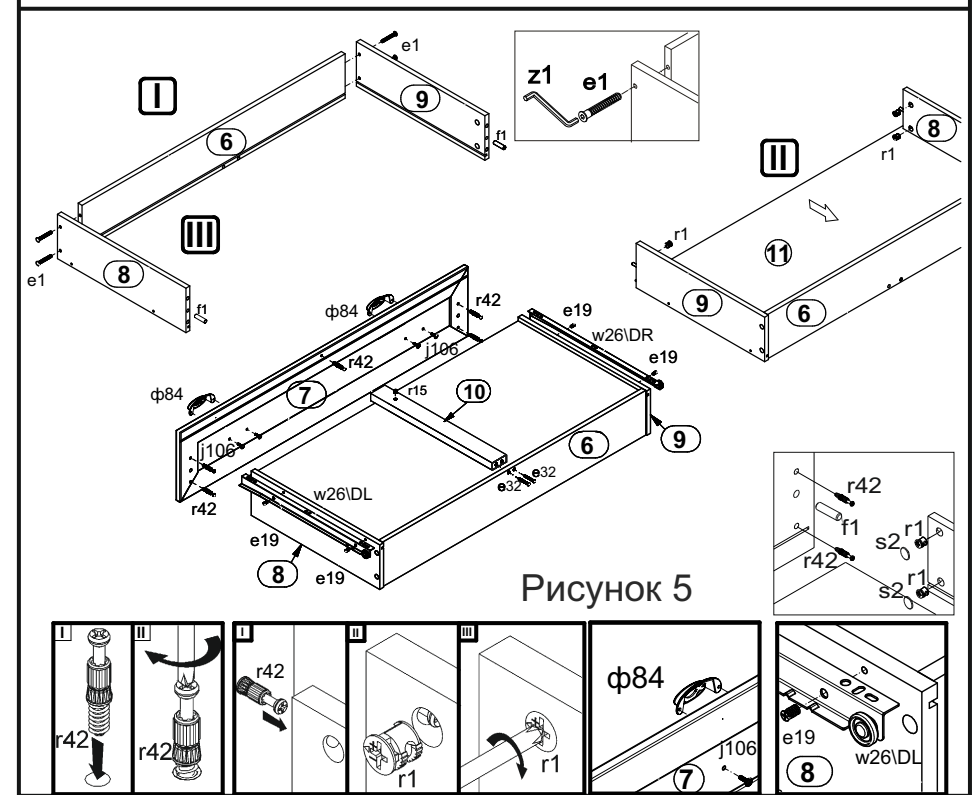

Рисунок 5
15. В отверстия  $\varnothing 8$  мм на передних кромках стенок боковых ящиков **8**, **9** вбить деревянные шканты **f1** (см. рис. 5).
16. В отверстия  $\varnothing 15$  мм на внутренних поверхностях стенок боковых ящиков **8**, **9** вставить стяжки эксцентриковые **r1** (см. рис. 5).
17. В отверстие  $\varnothing 12$  мм фиксатора дна **10** вставить стяжки эксцентриковые **r15** (см. рис. 5).
18. Соединить детали **6**, **8**, **9** с помощью конформатов **e1**, пользуясь ключом **z1**, вставить в пропилы на боковых и задней стенках собранных коробов ящиков донья ящиков **11** (см. рис. 5).
19. В отверстия  $\varnothing 5$  мм на внутренних поверхностях панелей ящиков **7** вкрутить винты стяжки **r42** (см. рис. 5).
20. Соединить панели ящиков **7** с корпусами ящиков и фиксаторами дна **10**. Фиксатор дна **10** и стенку заднюю ящика **6** соединить при помощи конформатов **e32**, затянуть стяжки эксцентриковые **r1**, **r15**, пользуясь специальным ключом **z1**. Закрепить стяжки эксцентриковые **r1** на стенках боковых ящиков **8**, **9** заглушками **s2** (см. рис. 5)
21. В отверстие  $\varnothing 5$  мм на внутренней поверхности панелей ящиков **7** вставить винт **j106**, снаружи ручку **ф84** совместить с резьбой винта и завернуть винт, удерживая ручку. (см. рис. 5).
22. Перевернуть ящики дном вверх и закрепить на стенках боковых ящиков **8**, **9** еврошурупами **e19** направляющие **w26\DL** и **w26\DR** (см. рис. 5).